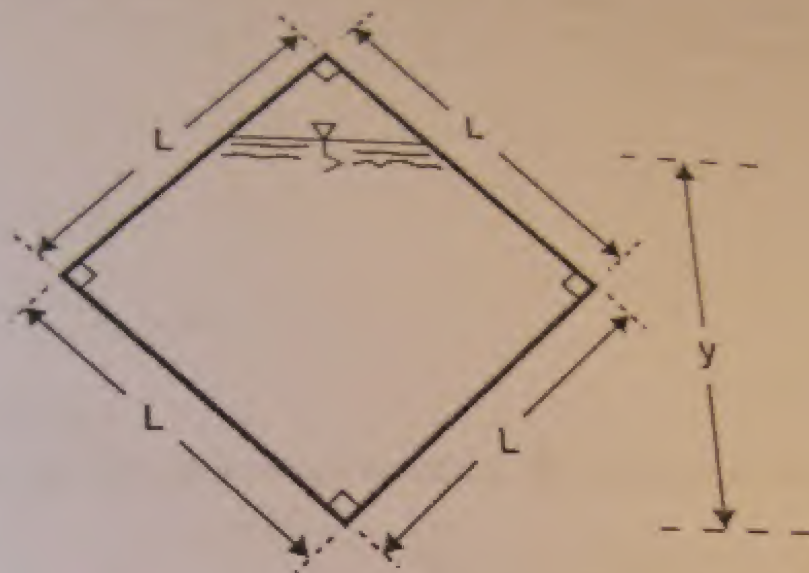

Figura 20. Sección transversal de la alcantarilla
44. Una alcantarilla de sección cuadrada se instala según se indica en la figura 20. Indicar cuál es la relación entre el tirante y el lado del cuadrado que produce: